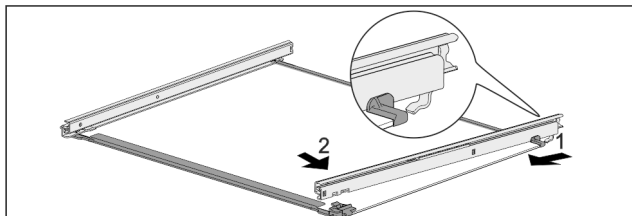

Fig. 41 Стъклена плоча с релси
- ▶ Закачете релсата отзад. Fig. 41 (1)
- ▶ Фиксирайте релсата отпред. Fig. 41 (2)